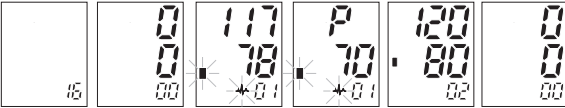

Imagen 2 Imagen 2-1 Imagen 2-2 Imagen 2-3 Imagen 2-4 Imagen 3
- Después de la medición, puede revisar las mediciones en el banco de memoria actual pulsando el botón «MEM». A continuación la pantalla LCD muestra la cantidad de resultados en el banco actual. Véase la imagen 2. Si no se encuentra ningún resultado, la pantalla LCD mostrará el valor cero igual que en la imagen 2-1.